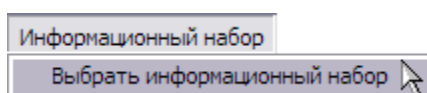

Рис. 18.47
1. В окне **Редактор публикаций** выберите пункт меню **Информационный набор**, а в нем – **Выбрать информационный набор** (Рис. 18.47).